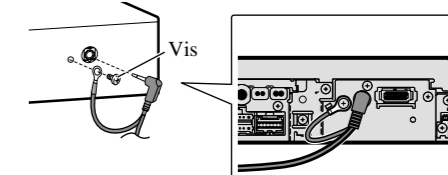

Fig. 7
1. Reliez le câble à fibres optiques et le conducteur de masse à l'appareil. (Fig. 7)